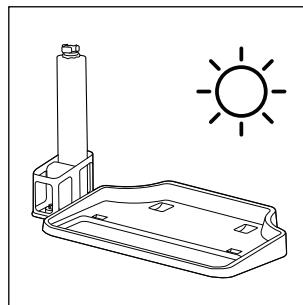

Rys. 36
- ◆ Jeśli komora szczotki jest brudna, należy ją oczyścić wilgotną szmatką lub chusteczką (patrz rys. 36).